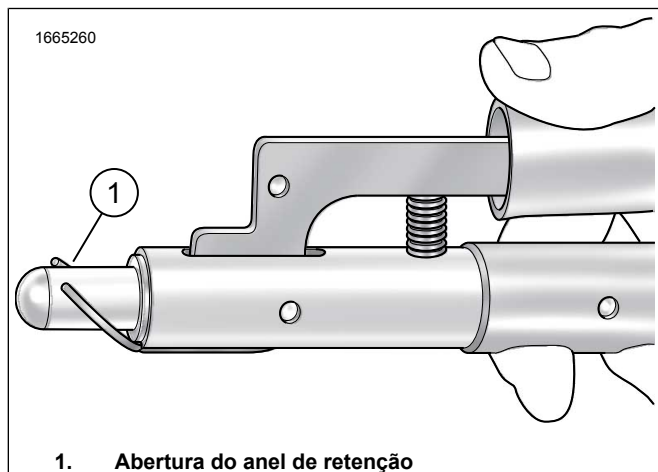

Figura 3. Posição do anel de retenção
- Figura 3 Posicionar a abertura do anel de retenção (1) às 12 horas na ferramenta especial.